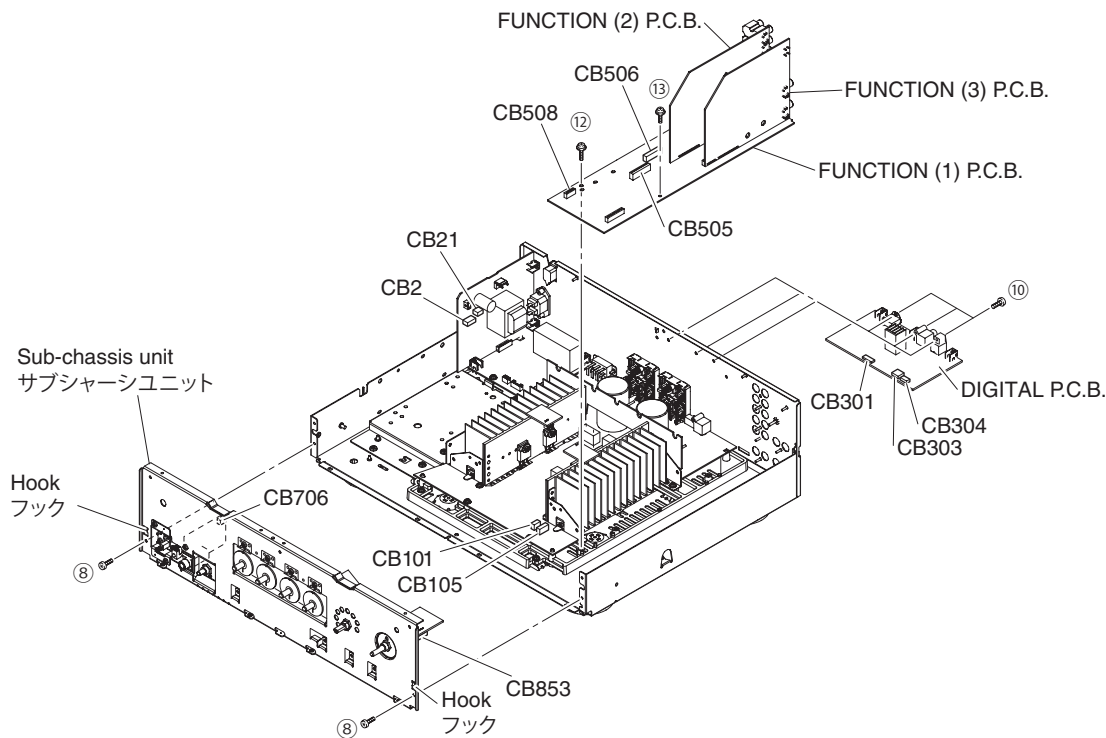

Fig. 2
- Remove 2 screws (⑧). (Fig. 2)
- Remove CB505, CB508, CB706 and CB853. (Fig. 2)
- Release 2 hooks and then remove the sub-chassis unit. (Fig. 2)
- Remove 3 screws (⑩). (Fig. 2)
- Remove CB21, CB301, CB303 and CB304 and then remove the DIGITAL P.C.B. (Fig. 2)
- Remove screw (⑫) and screw (⑬). (Fig. 2)
- Remove CB2, CB101, CB105 and CB404 and then remove the FUNCTION (1)~(3) P.C.B. (Fig. 2)
- ⑧のネジ2本を外します。(Fig. 2)
- CB505、CB508、CB706、CB853を外します。(Fig. 2)
- フック2箇所を外し、サブシャーシユニットを取り外します。(Fig. 2)
- ⑩のネジ3本を外します。(Fig. 2)
- CB21、CB301、CB303、CB304を外し、DIGITAL P.C.B.を外します。(Fig. 2)
- ⑫のネジ1本、⑬のネジ1本を外します。(Fig. 2)
- CB2、CB101、CB105、CB404を外し、FUNCTION (1)~(3) P.C.B.を一緒に取り外します。(Fig. 2)